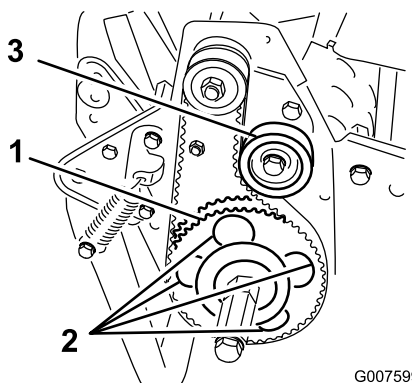

Figura 44
7. Rode a polia de transmissão até que os furos fiquem alinhados com os 4 parafusos flangeados dos rolamentos do rolo (Figura 44).
11. Ajuste a tensão da correia e aperte o parafuso de montagem da polia intermédia (Figura 44).